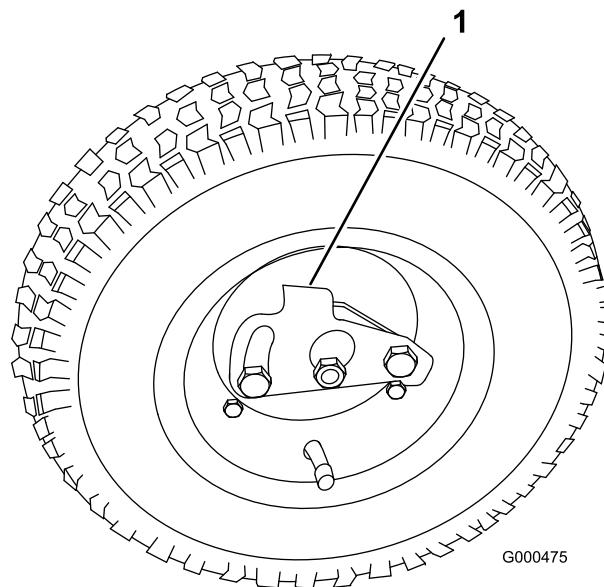

Figura 20
2. Empurre o dispositivo de bloqueio da roda para o centro da roda e deslize a roda na direção do eixo hexagonal (Figura 20).